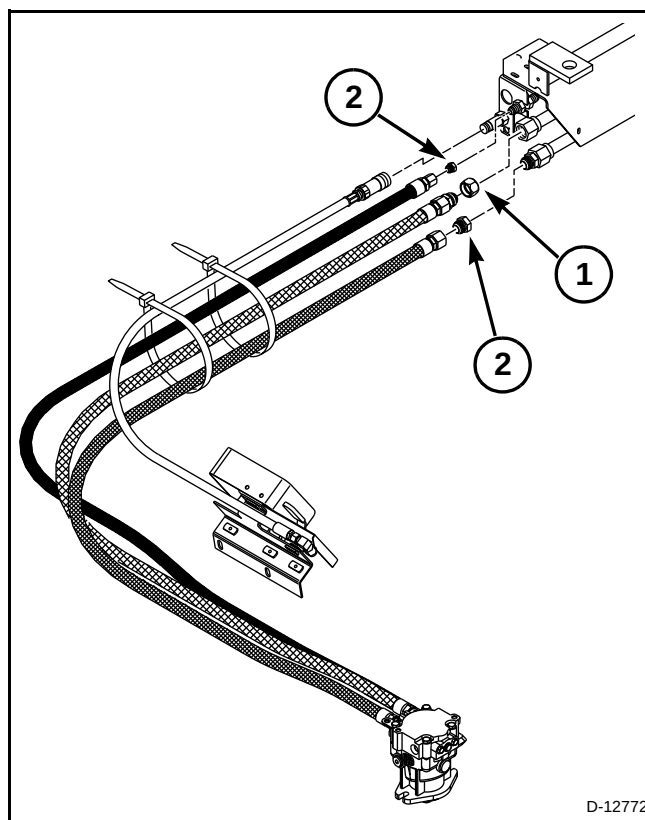

**FIG. 22**
**FIG. 22:** Limpie el área alrededor de las conexiones hidráulicas. Desconecte las mangueras hidráulicas del cabezal desde las tuberías hidráulicas del tractor. Siempre deje un accesorio de conexión en las mangueras hidráulicas del cabezal y otro en las tuberías hidráulicas del tractor.